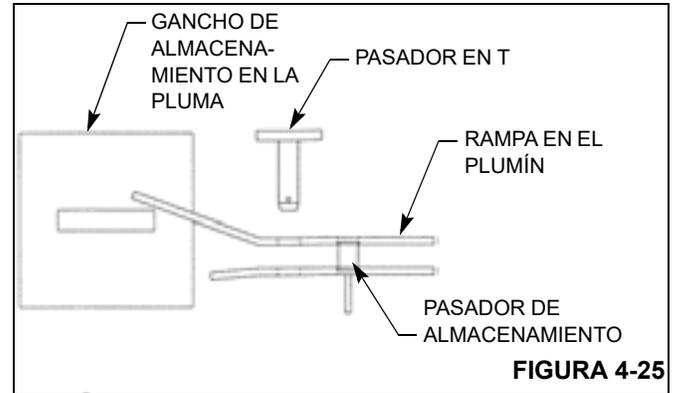

FIGURA 4-25
- Retraiga la pluma lentamente. Observe la alineación del gancho de almacenamiento y la traba mientras se retrae la pluma, Figura 4-25.